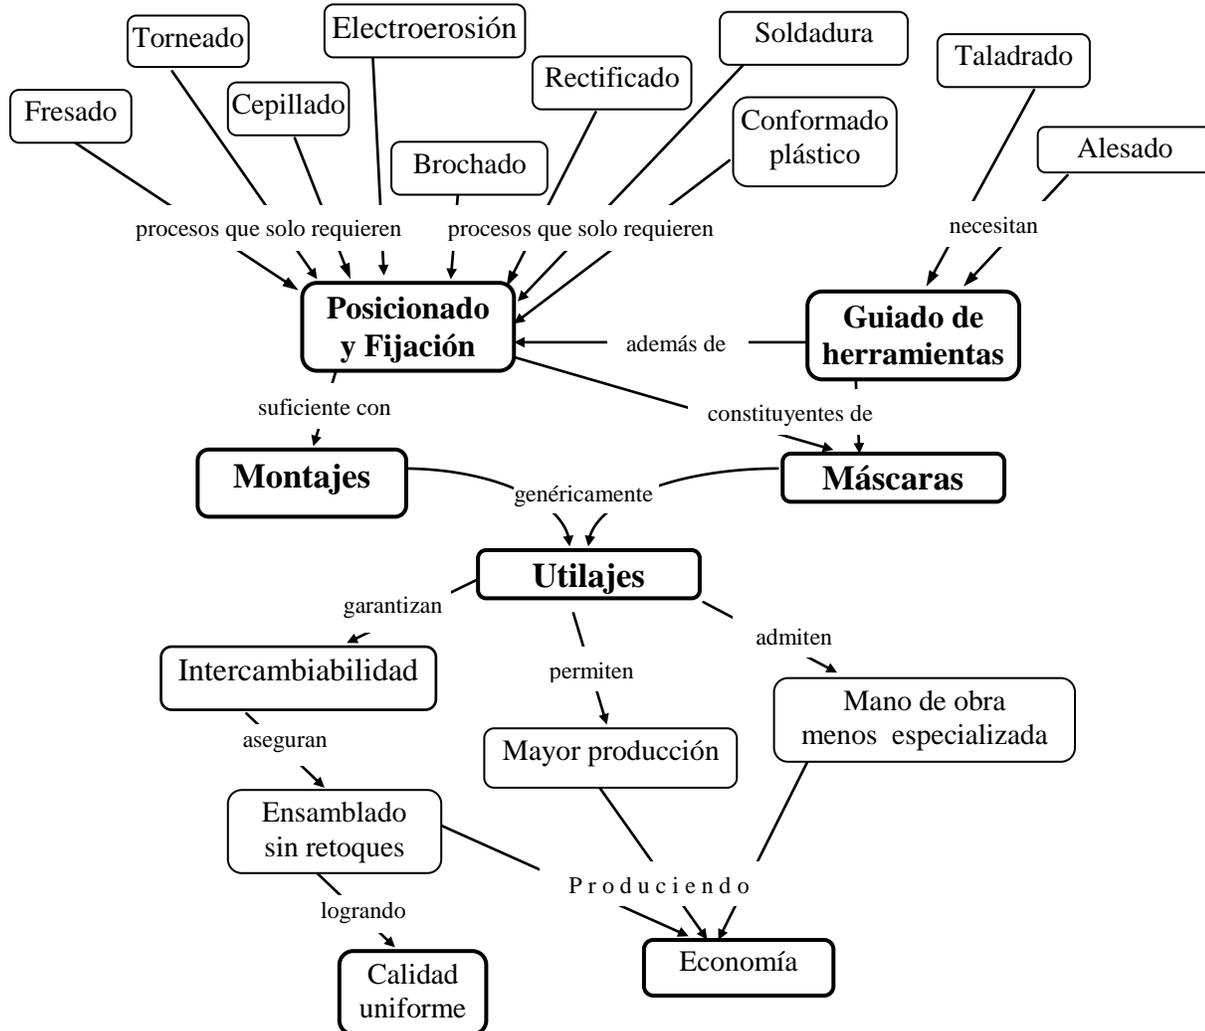

Figura 2
**de guiado.** Por esto, unos y otros se emplean para distintos trabajos, como se observa en el mapa conceptual de la figura 2, donde además se citan las ventajas derivadas del uso de los utilajes en cuanto a la economía y obtención de piezas con calidad uniforme, logradas merced a la intercambiabilidad, al aumento de la producción y a la posibilidad de utilizar mano de obra menos especializada.